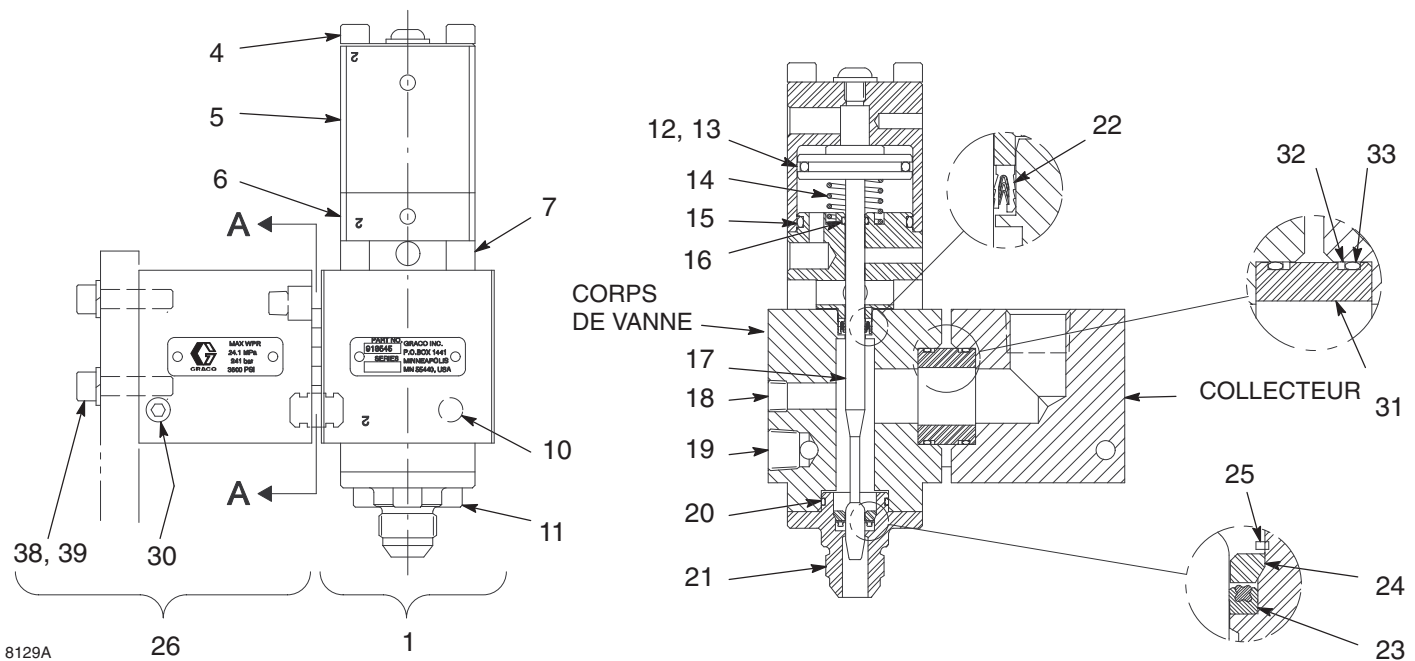

Fig. 14
Les opérations 18 à 23 sont valables pour les deux vannes de distribution 918545 et 918637.(B) Réf. section B-B, Fig. 14 (type).
19. Remonter l'adaptateur de buse (21) sur le corps de la vanne NO TAG:
- a. Lubrifier et remplacer le joint torique (20) sur le siège de l'adaptateur.
- b. Lubrifier et remplacer le joint (23) et le porte-joint (24) sur le siège de l'adaptateur. Veiller à ce que le joint soit orienté comme représenté.
- c. Remplacer la bague de fixation (25) sur l'adaptateur de buse (21).
- d. Refixer l'adaptateur de buse (21) sur le corps de la vanne à l'aide des trois vis (11).
20. Lubrifier et remplacer le joint (22) sur le corps de la vanne. Veiller à ce que l'activateur du joint soit tourné vers la pression du produit.
21. Remonter le chapeau du cylindre (5) et l'embase du cylindre (6) comme suit: voir Fig. 14 (type).
- a. Lubrifier le joint torique (12) et la bague du piston (13).
- b. Insérer le joint torique (12) dans la gorge du pointeau du piston (17).
- c. Faire coulisser la bague du piston (13) sur le dessus du joint torique (12).
- d. Lubrifier, puis remettre les joints toriques (15) et (16).
- e. Introduire le piston/pointeau (17) dans le chapeau du cylindre (5).
- f. Mettre le ressort (14) sur la tige du pointeau/piston. Mettre le ressort dans la gorge à l'avant du piston.
- g. Faire coulisser l'embase du cylindre (6) par dessus le pointeau du piston (17) et l'engager dans le chapeau du cylindre (5). Mettre le ressort (14) dans la gorge de l'embase du cylindre.
22. Mettre les entretoises (7) entre l'embase du cylindre (6) et le corps de la vanne. Voir Fig. 14 (type).
23. Fixer le chapeau (5) et l'embase du cylindre (6) sur le corps de la vanne à l'aide de quatre vis à six pans creux (4).